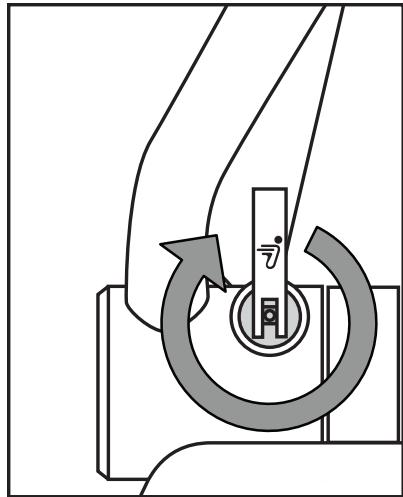

图 5. 紧固免工具释放杆
- 安全地拧紧免工具释放杆，使其手柄处于闭合位置。请参见图 5。